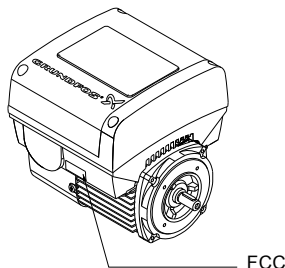

Fig. 78 FCC-mærkat
10. Hvis CIM-modulet leveres med et FCC-mærke, så placér det på klemkassen. Se fig. 78.